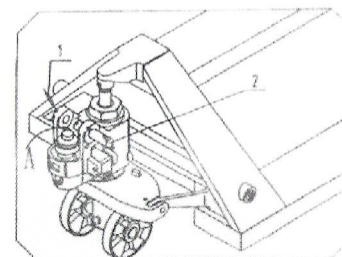
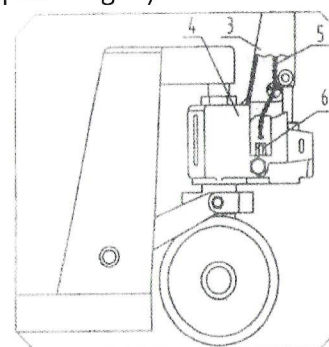

Fig. 1
Fig. 2
2. Colocar el mango (pos. 3 fig. 2) en la posición A (fig. 1), y adaptar nuevamente el bulón (pos. 2 fig. 1) sujetándolo con su pasador. Luego quitar el pasador (pos. 1 fig. 1) que lleva la transpaleta de forma provisional para sujetar el muelle del cuerpo de la bomba durante el transporte.
3. Cruzar la cadena (pos. 5 fig. 2) de la manilla por detrás del bulón (pos. 2 fig. 1).
4. Amarrar el final de la cadena a la pieza 6 (fig. 2) amarrando el tornillo y la tuerca de que va provista.